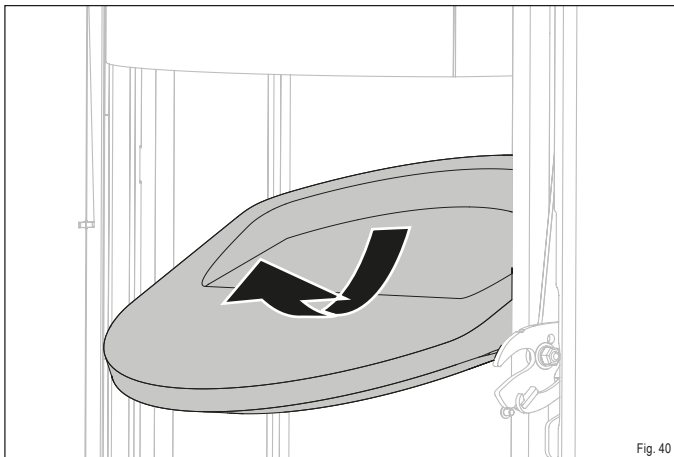

Fig. 40
- ▶ Retirez délicatement la pierre thermique supérieur de son support comme indiqué (Fig. 40).